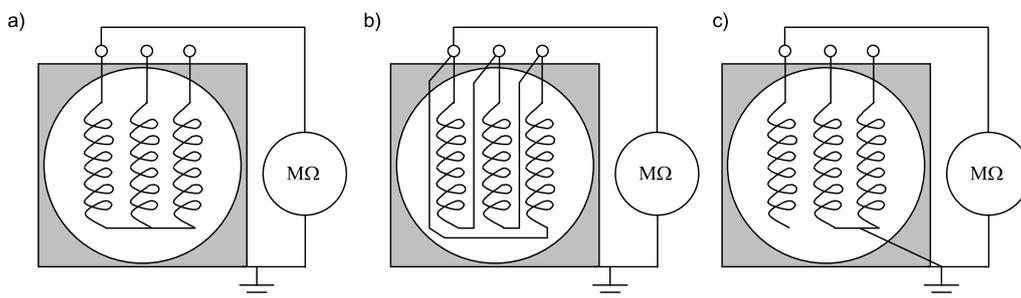

Рисунок 31 Подсоединение обмоток статора для измерений сопротивления изоляции
- Проверьте, чтобы вторичные подключения трансформаторов тока (СТ), включая свободные сердечники, были закрыты. См. Рисунок 31 Подсоединение обмоток статора для измерений сопротивления изоляции.
Измерение сопротивления изоляции должно производиться в распределительной коробке. Обычно тест распространяется на все обмотки в группе, в таком случае измеритель подключен между корпусом машины и обмоткой, см. Рисунок 31 Подсоединение обмоток статора для измерений сопротивления изоляции. Корпус заземлен и три фазы обмотки статора остаются подключенными на нейтральную точку, см. Рисунок 31 Подсоединение обмоток статора для измерений сопротивления изоляции.
таких случаях прибор подключен между корпусом машины и одной из обмоток. Корпус и две фазы, которые не измеряются, заземлены; см. Рисунок 31 Подсоединение обмоток статора для измерений сопротивления изоляции